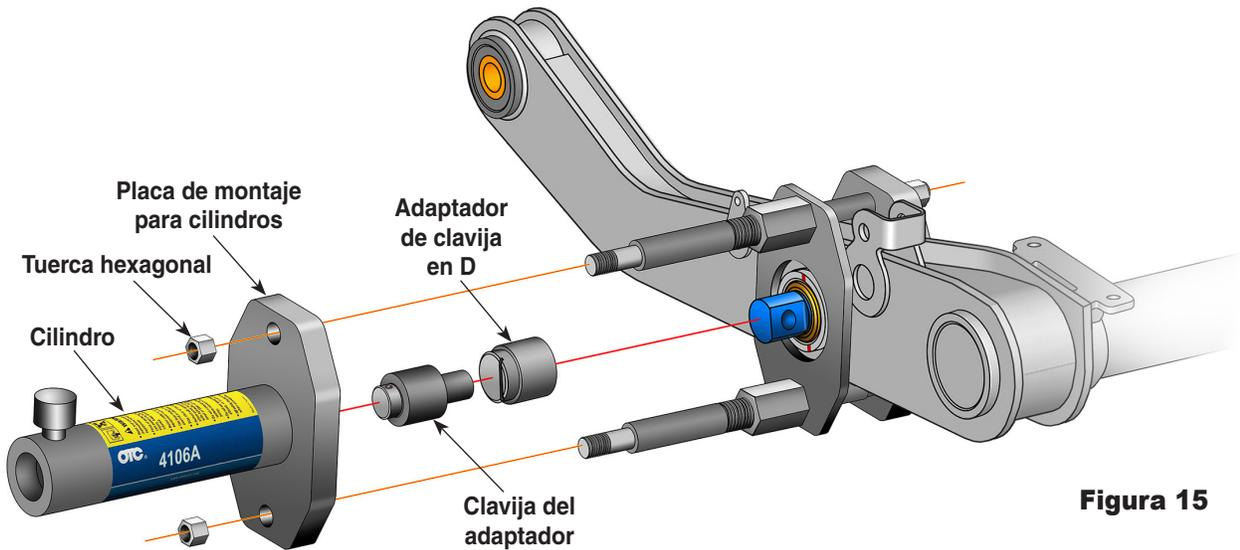

Figura 15
8. Enrosque el cilindro en la *placa de montaje del cilindro*. Consulte la figura 15.